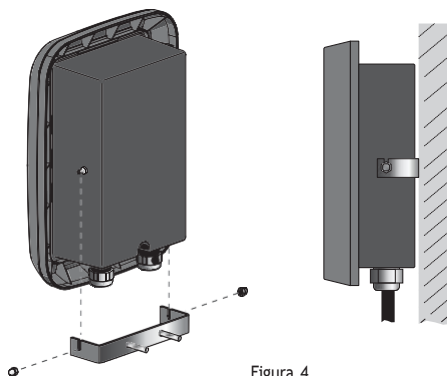

Figura 4.
5. Ubique el equipo de carga en el soporte y fíjelo con las 2 tuercas incluidas en el set de montaje. Figura 4.